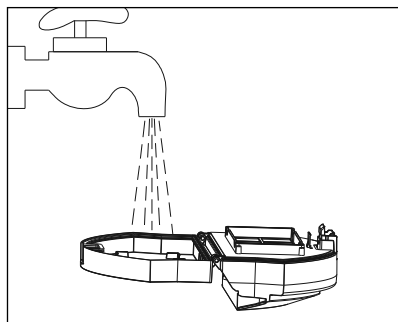

Fig. 12
- 6) Curățați recipientul de praf **16** și filtrul sitei cu apă rece sau călduță (a se vedea fig. 12). Lăsați recipientul de praf **16** și filtrul sitei să se usuce complet prin aerisire înainte de a reintroduce recipientul de praf **16** în aparat.